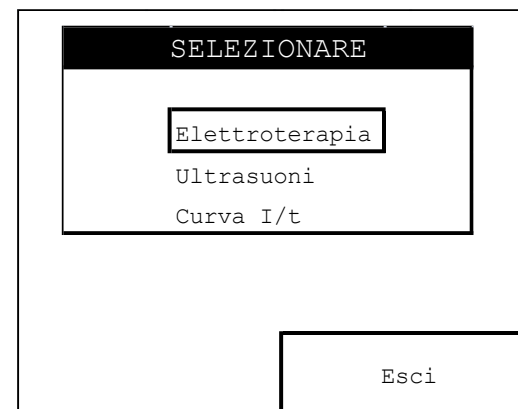
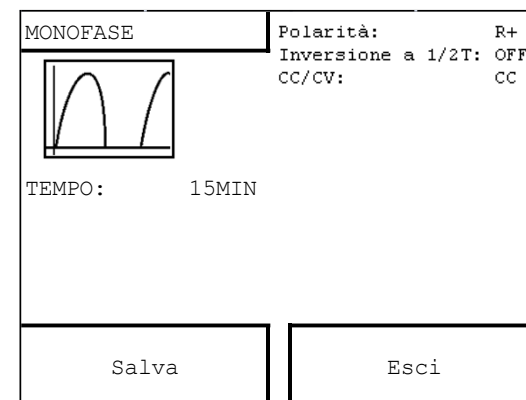

Fig.15
Fig.16
Premendo il tasto funzione relativo al pulsante CREA PROGRAMMI (vedi fig.2) compare la schermata di fig.15.
In corrispondenza della schermata di fig.15 premere la manopola encoder sulla modalità ELETTROTERAPIA: compare la schermata di fig.16.
In corrispondenza della schermata di fig.15 premere la manopola encoder sulla modalità ULTRASUONI: compare la schermata di fig.22.
2. in corrispondenza della schermata di fig.15 ruotare la manopola encoder fino a posizionare il cursore sul menù CURVA I/t;